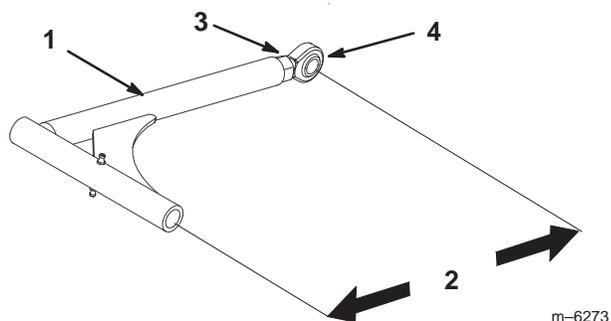

Figure 66
9. Si la poulie de renvoi fixe touche l'extrémité de la fente de réglage et si la courroie a besoin d'être tendue davantage, il est possible de modifier légèrement la longueur des bras de poussée (Fig. 66).